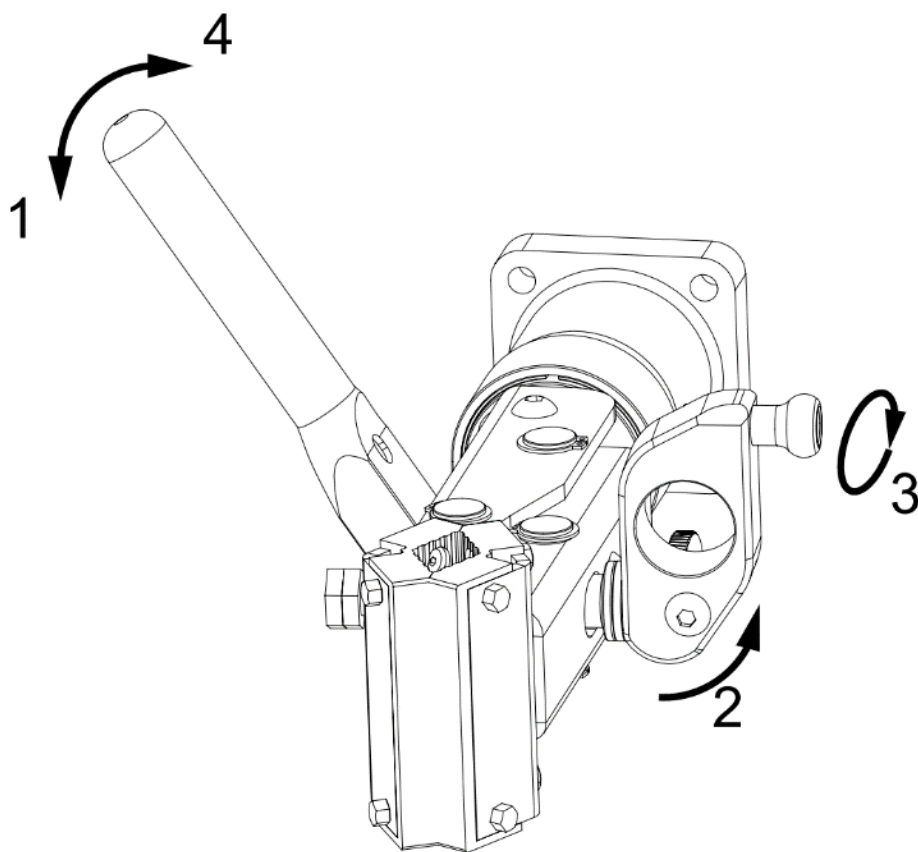

Figure 11 : Opération de pince
- ◆ Relâchez la poignée de rotation (**figure 11**, numéro 1) afin que la serre puisse ajuster sa position selon l'angle du tube selle/cadre du vélo.
- ◆ Fermez la pince en basculant la poignée de 180° (2) et serrez la serrure en la faisant tourner dans le sens horaire (3).
- ◆ Fermez la poignée de rotation (4). Il doit être assez serré pour que le vélo ne tourne pas sous son propre poids, mais assez léger pour que vous puissiez l'ouvrir et le fermer facilement d'une seule main. Un surserrement peut endommager le mécanisme.